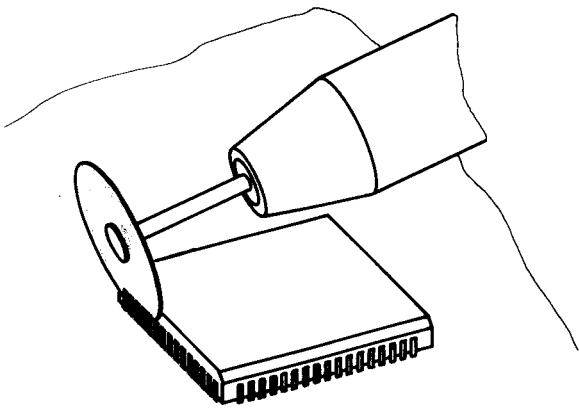

Fig. 14
- Subminiatur-Trennschleifer gemäß Fig. 14 am IC ansetzen und Anschlußbeinchen des IC ohne die Platine zu berühren durchtrennen.
- Fit the sub-miniatur cutter onto the IC as shown in Fig. 14 and cut off the connections of the IC without touching the panel.